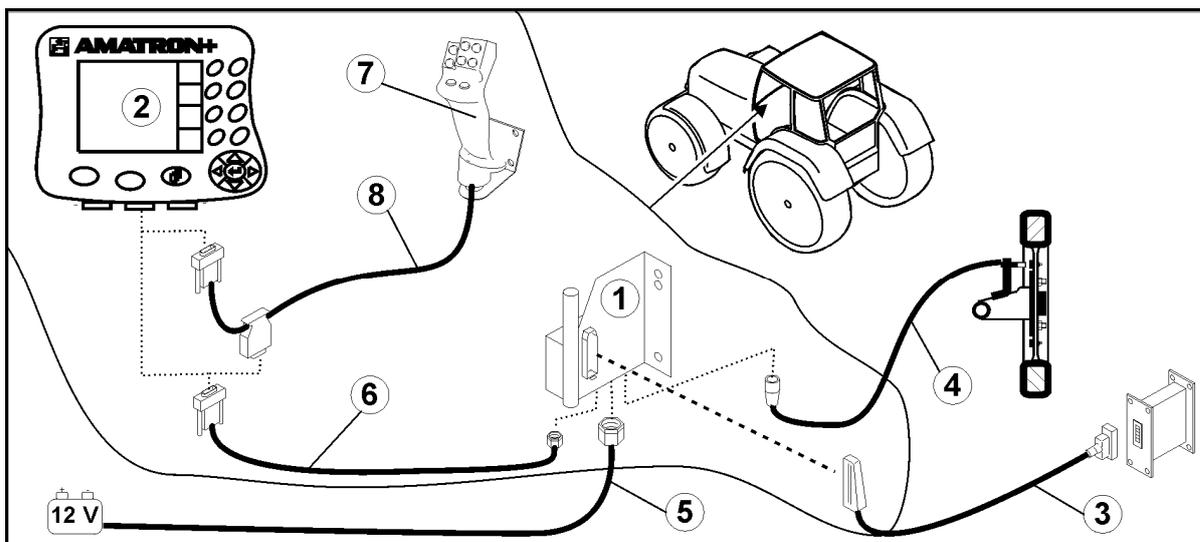
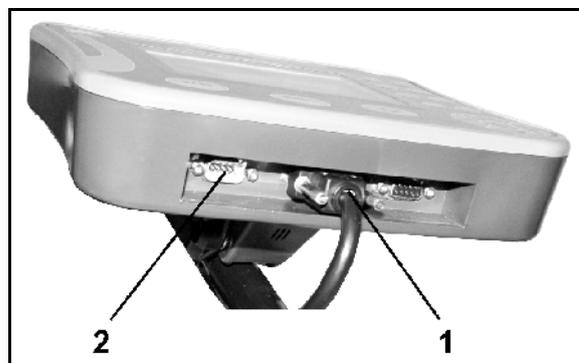

Fig. 1
Fig. 2
- Traktorens grunnutstyr (Fig. 1/1, konsoll med fordeler) må monteres vibrasjonsfritt og elektrisk ledende i førerhuset innenfor syns- og gripevidde for føreren.
- batteritilkoblingskabelen (Fig. 1/5).
- signalkabel for traktorsignalstikkontakt eller strekningssensor (Fig. 1/4).
- forbindelseskabel til **AMATRON⁺** (Fig. 1/6).
- Sett **AMATRON⁺** (Fig. 1/2) på traktorens grunnutstyr.
- Pluggen på forbindelseskabelen settes i (Fig. 1/6) den midtre 9-polede sub-D-kontakten (Fig. 2/1)
- Koble maskinen via maskinpluggen (Fig. 1/3) til **AMATRON⁺**. Multifunksjonshåndtaket (Fig. 1/7) kobles til via en Y-kabel (Fig. 1/8).
- Det serielle grensesnittet (Fig. 2/2) gjør det mulig å koble til en PDA.